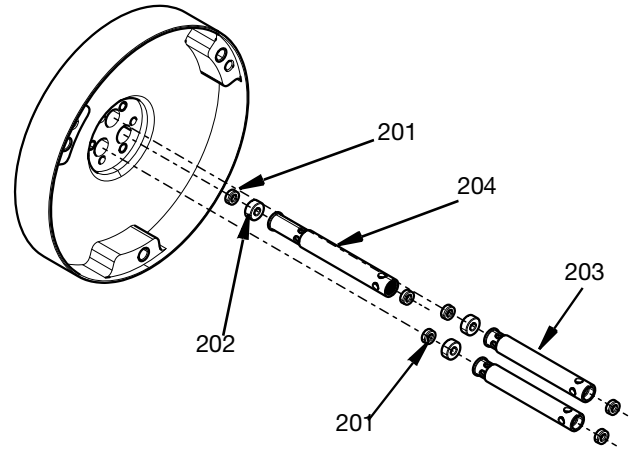

FIG. 26
6. Giriş salmastra ara parçalarını (203) ve dönüş salmastra ara parçasını (204) mil keçelerini (201) ve mil rulmanlarını (202) orta gövdeye yerleştirin. Mil contalarının takılması için **Conta Takma ve Çıkarma Araç Kiti, 25T489**
Araç Kiti, 25T489, sayfa 32'ye bakınız. Daha uzun dönüş salmastra ara parçasının (204), hazne III'e orta gövdenin ön tarafında işaretlendiği gibi yerleştirildiğine dikkat edin. Bkz. FIG. 26.